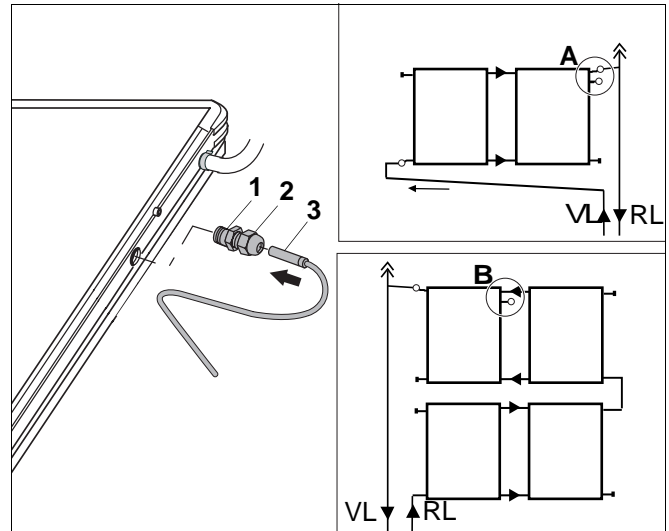

Abb. 23 Anschließen des Temperaturfühlers
- Den Temperaturfühler (Abb. 23, Pos. 3) durch die Klemmverschraubung (Abb. 23, Pos.1 + 2) führen und ca.170 mm in den Kollektor einschieben.
- Das Unterteil der Klemmverschraubung (Abb. 23, Pos. 1) in den Kollektor einschrauben.
- Die Klemmverschraubung (Abb. 23, Pos.1 + 2) festziehen.